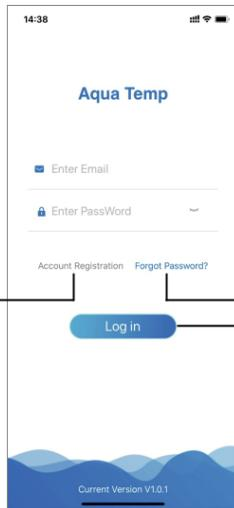
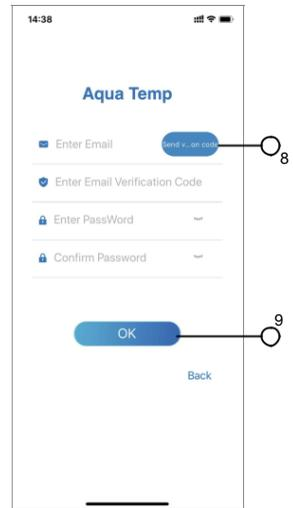

Fig.1 Login-Schnittstelle
Fig.3 Passwort-Schnittstelle vergessen
1. **Kontoregistrierung:** Um ein Konto zu registrieren, klicken Sie auf ① (Abb.1), um zur Kontoregistrierungsschnittstelle zu springen, geben Sie die relevanten Informationen ein und klicken Sie auf ② um den Bestätigungscode zu erhalten, während Sie die Anwendungsinformationen abgeschlossen haben, klicken Sie auf ③ um die Details der Datenschutzrichtlinie zu lesen, klicken Sie dann auf ④ um zuzustimmen, und klicken Sie auf ⑤ die Registrierung ist abgeschlossen. Bitte beachten Sie, die gültige Zeit eines Verifizierungscode beträgt 15 min, bitte füllen Sie den Verifizierungscode innerhalb von 15 min aus, sonst müssen Sie nach einem neuen Fragen.
2. **Anmelden:** Folgen Sie den Anweisungen auf der Seite (Abb.1), geben Sie Ihre registrierte E-Mail-Adresse und Ihr Passwort ein, klicken Sie auf ⑥ und springen Sie zur Geräteliste;
3. **Passwort vergessen:** Während Sie Ihr Passwort vergessen, klicken Sie auf ⑦ (Abb.1), springen Sie zur Handhabekennwort-Schnittstelle (Abb.3). Folgen Sie den Anweisungen auf der Seite, füllen Sie die relevanten Informationen aus, klicken Sie auf ⑧, um die Überprüfung zu erhalten Code aus Ihrem Postfach, klicken Sie auf ⑨, um zu bestätigen, und das Zurücksetzen des Kennworts erfolgt.